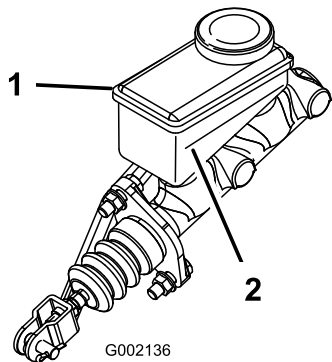

Bild 46
2. Sehen Sie sich die Seite des Behälters an. Der Stand sollte über der Minimummarkierung liegen (Bild 46). Wenn die Bremsflüssigkeit niedrig ist, reinigen Sie den Bereich um den Deckel, nehmen Sie den Deckel ab und füllen Sie den Behälter bis über die Minimummarkierung. Füllen Sie nicht zu viel ein.